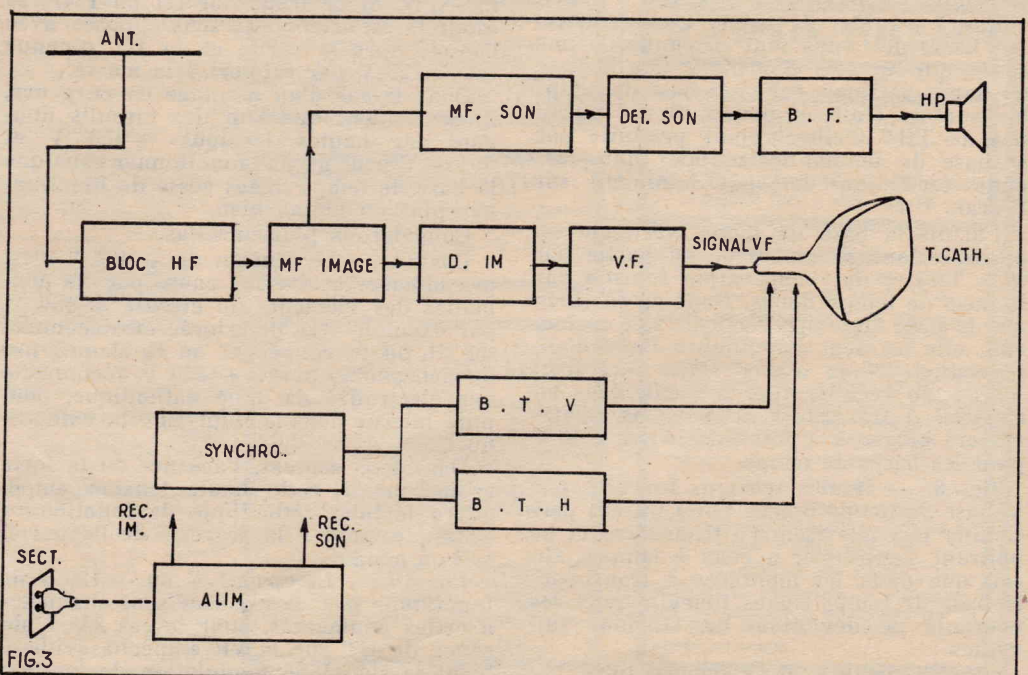

FIG.3
- b) l'antenne, le bloc HF et parfois une partie de la MF (voir fig. 3).